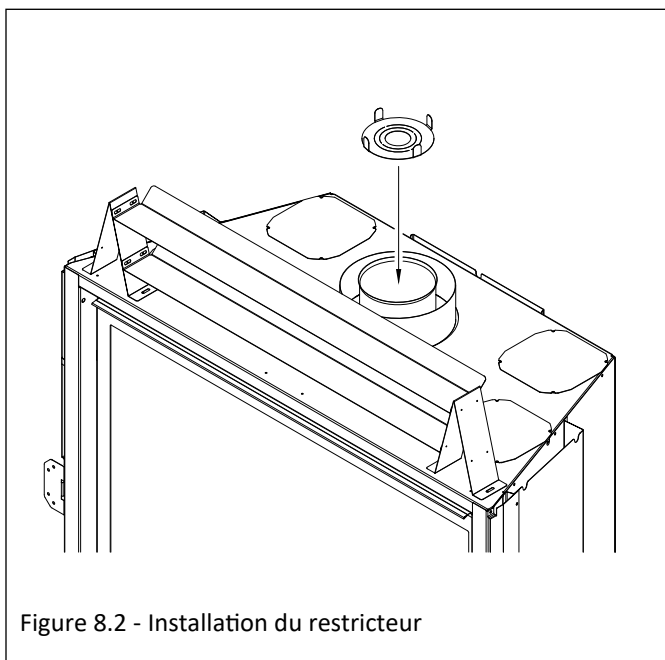

Figure 8.2 - Installation du restricteur
- La plaque de restriction est expédiée avec toutes les bagues intérieures intactes et, une fois installée, fournit la plus grande restriction de ventilation. Il y a (2) bagues intérieures qui peuvent être retirées. Lorsque vous assemblez et retirez une bague intérieure, vous avez moins de restriction d'évent lorsque vous retirez les deux bagues intérieures, vous aurez le moins de restriction d'évent
- Suivez la FIGURE 8.2 pour l'installation de la plaque de restriction avant de fixer la ventilation ou à travers le déflecteur si la ventilation est déjà fixée. Pour les recommandations et les réglages de la plaque de restriction de ventilation, voir la section 12.2.3, RESTRICTION DE VENTILATION à la page 61